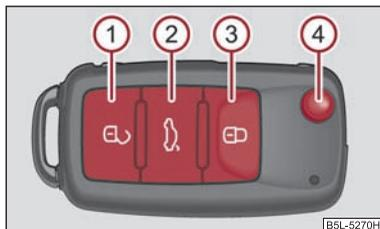

Fig. 30 Chiave a distanza
- Premere il tasto ① ⇒ fig. 30 per circa 1 secondo.
- Premere il tasto ③ per circa 1 secondo.
- Premere due volte il tasto ③ entro 2 secondi. Altre informazioni ⇒ pag. 37.
- Premere il tasto ② per circa 1 secondo. Altre informazioni ⇒ pag. 40.
- Premere il pulsante ④.
- Premere il pulsante ④ e inserire il congegno della chiave nel suo alloggiamento.